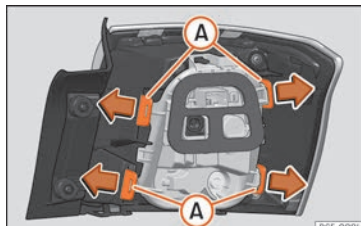

Abb. 108 Befestigungsglaschen Rückseite Heckleuchte.
- Bauen Sie den Lampenträger aus, indem Sie die Befestigungsglaschen »» **Abb. 108** **A** entriegeln.